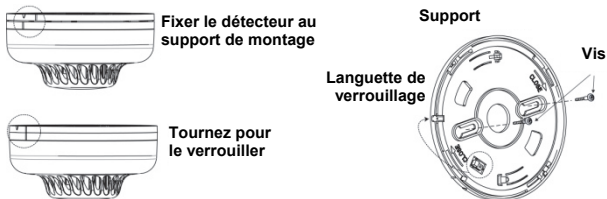

Figure7: Installation du détecteur de fumée et de chaleur
### Pour installer le détecteur (voir figure 7)
2. Retirez la goupille de verrouillage fixant le support de montage à l'unité (voir figure 7).
6. En vous servant des vis fournies, fixez le support au mur selon la figure 7.
Insérez la goupille de verrouillage afin de fixer le support de montage au détecteur (voir figure 7).